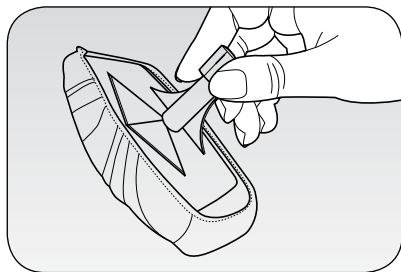

Fig. 5
Szczotka do tkanin, do montowania na adapterze (12), może być używana zarówno w połączeniu z końcówką (C), jak i z przedłużką (9). Po zamontowaniu praktycznej ściereczki (10), szczotki można użyć do usuwania kurzu, podczas codziennego sprzątania kanap, foteli, narzut, materacy i poduszek (Rys. 5) Szczotka pozwala również odświeżyć tkaniny, usuwając wszelkie załamania. Podczas pierwszego użycia, jak i kolejnych, odprowadzić skroploną parę do pojemnika, aby uniknąć zamoczenia tkanin.